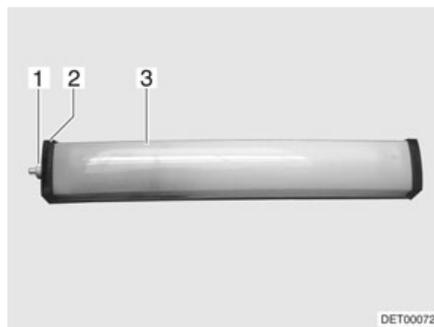

Fig. 275 Luz del habitáculo
- Desatornillar la caperuza (Fig. 275,1).
- Retirar la tapa (Fig. 275,2).
- Comprimir ligeramente la cubierta de la luz (Fig. 275,3) y retirarla.